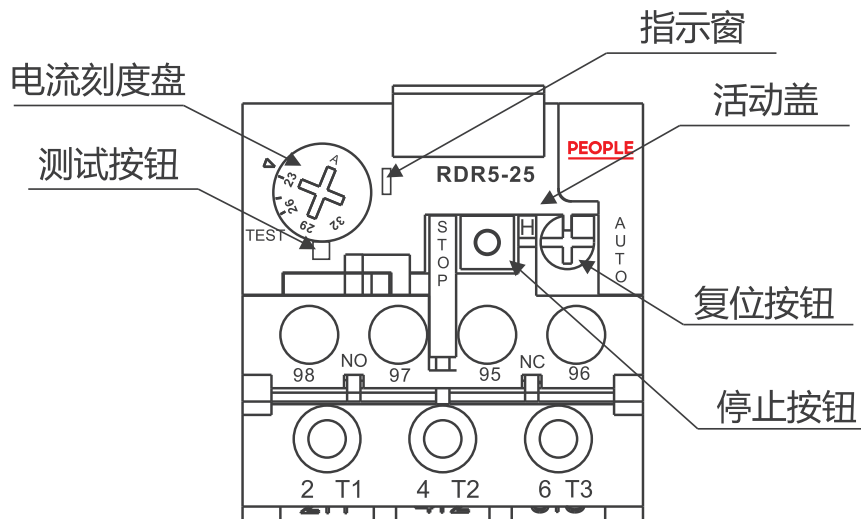

图 12
6.1.2、动作测试:在主回路通电前进行。揭开活动盖,用螺丝刀按动测试按钮,NC触头会断开,No触头会闭合、通过指示窗能观察到转换状态(黄色标志露出为动作状态,未露出为复位状态)。(见图12)
6.1.3、复位方式设定:在主回路通电前进行。热继电器出厂时处于自动复位方式,热继电器脱扣后,当 $I_e \leq 63A$ 时5分钟内自动复位,当 $I_e > 63A$ 时8分钟内自动复位;用户若需要选用手动复位方式,只需要按下复位按钮并逆时针旋转90°即可,此时热继电器脱扣后,2分钟内按下蓝色复位按钮才能复位。(见图12)
例旋转电流刻度盘定位，并在使用过程中作适当调整。(见图12)
6.1.6、如果运行中要紧急停止，只需按下停止按钮即可。按下停止按钮只能断开NC，对NO无影响，松开停止按钮则NC复位。(见图12)